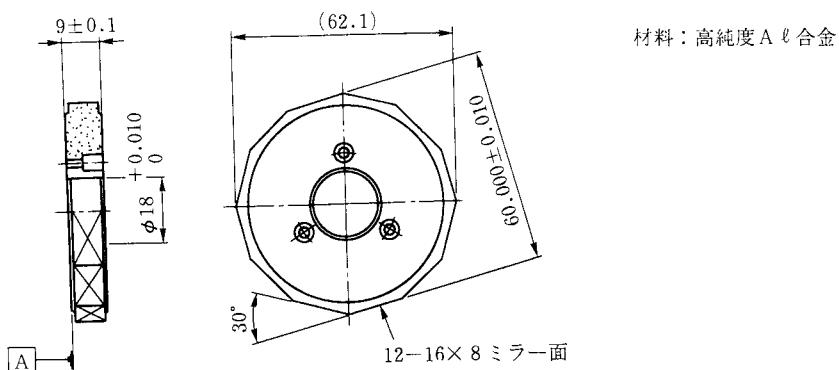

図 1-1
③	形状旋削	旋盤	内径寸法・内径直角度・幅寸法・逃げ寸法
④	外周フライス切削	フライス盤	対辺寸法
⑤	外周稜面取切削	面取機	面取量
⑥	歪取焼純	熱処理器
⑦	基準面・反基準面切削	基準面加工機	幅寸法・逃げ寸法・平面度・平行度
⑧	洗浄	洗浄機	外観
⑨	鏡面切削	ポリゴンミラー加工機	対辺寸法、散乱光、外観、分割角度、平面度、面倒れ、反射率
⑩	超音波洗浄（精密洗浄）	超音波洗浄器	外観
⑪	蒸着	蒸着炉	密着性、反射率、外観
⑫	完成
ここでは、ポリゴンミラー加工機で図 1-1 に示す部品を鏡面切削（工程⑨）することによって、次のことを習得する。